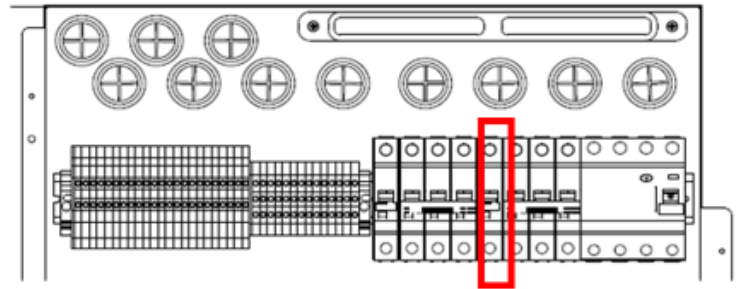
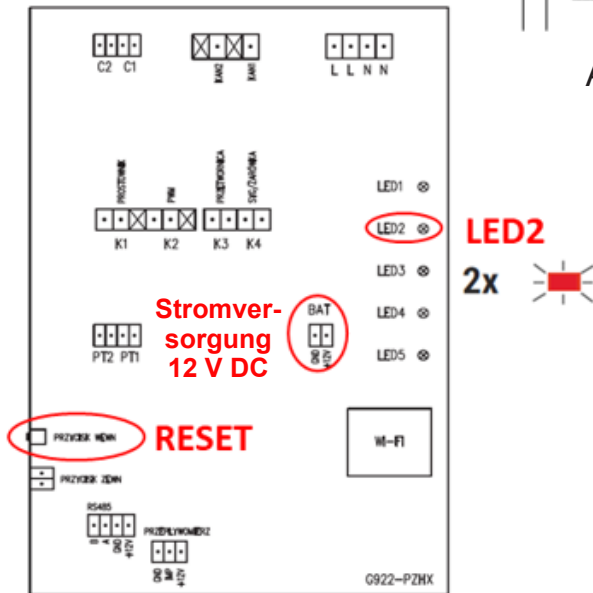

Abbildung 3: MCB C20 1P
Abbildung 4: Platine PZ HX
- c) Abschaltung von MCB C20 1P (Abbildung 3) und der 12-V-Gleichstromversorgung (Abbildung 4) für 15 Sekunden und dann deren erneutes Einschalten.
- d) Innerhalb von maximal 2 Minuten nach dem Einschalten die RESET-Taste drücken und halten, bis die rote LED (LED2) auf der Platine des Moduls PZ HX doppelt zu blinken beginnt. (Abbildung 4).